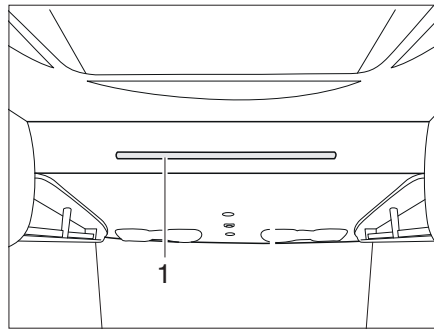

Bild 155 Hubbett manuell
- Das Hubbett mit beiden Händen an der Griffstange (Bild 155,1) nach unten ziehen.
- Die Aufstiegsleiter mit den beiden Bügeln in die Griffstange (Bild 155,1) am Hubbett einhängen.